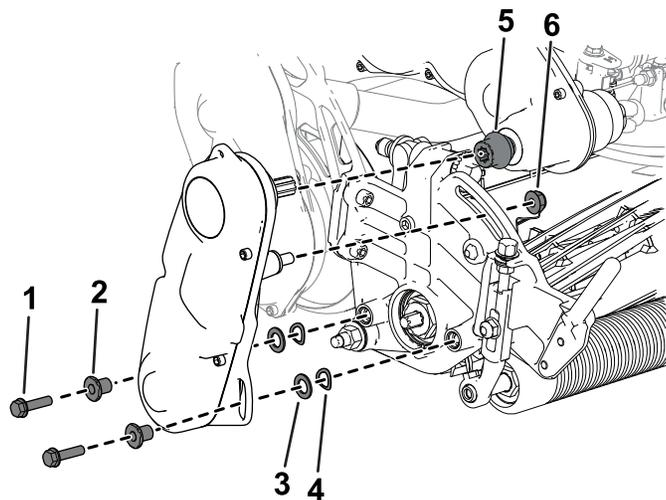

Figura 34
3. Retire el conjunto de transmisión del molinete de la unidad de corte (Figura 34) y guarde las fijaciones.